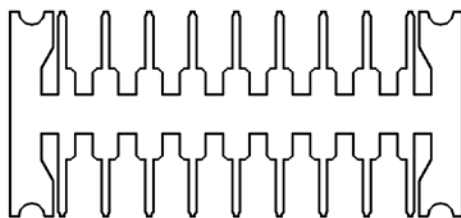

图 6.9.4 绘制图形
10. 用本章所学的内容，绘制图 6.9.4 所示的图形（读者可自行确定其尺寸）。